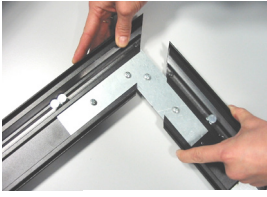

Fig. 1
Connect the base and height segments using the supplied steel edges (G) in order to make a rectangle (Fig. 1); tighten the screws (H) on the edges, in order to make four 90° angles (Fig. 2).
Legen Sie die Teile des Rahmens (A) (mit den beweglichen Befestigungen nach oben) auf den Boden. Um den Rahmen nicht zu beschädigen, empfehlen wir Ihnen, diesen auf einen weichen und sauberen Stoff zu legen. Verbinden Sie die horizontalen und vertikalen Rahmenteile mittels die Ecken (G) so, dass ein Rechteck entsteht (siehe Fig. 1); stellen Sie die Schrauben (H) fest und beachten Sie dabei, dass die zwei 45° Winkel genau zusammenpassen und Sie eine genaue 90° Ecke erhalten (siehe Fig. 2).